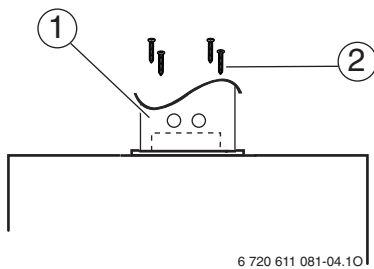

Fig. 10 Fissaggio dell'accessorio scarico fumi
- ▶ Fissare l'accessorio (nella direzione necessaria) con le 4 viti in dotazione all'accessorio stesso (fig. 10).